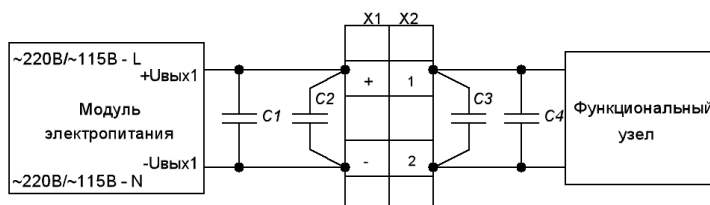

Рис. 5.3. Схема подключения нагрузки к модулю электропитания при наличии протяженных линий связи
**5.2.5.** При наличии протяжённых линий связи длиной более 50 см от выводов модуля электропитания до разъёмов или питаемых функциональных узлов необходимо устанавливать керамические конденсаторы соответствующего напряжения на пути следования линий связи в соответствии с рис.5.3.